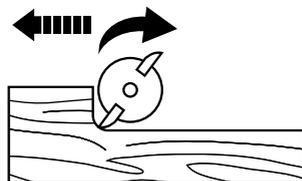

Fig. 19
- > Toujours avancer dans la direction opposée au sens de rotation de la fraise. Sinon, la fraise va prendre du jeu dans la pince de serrage (Figs. 19, 20).